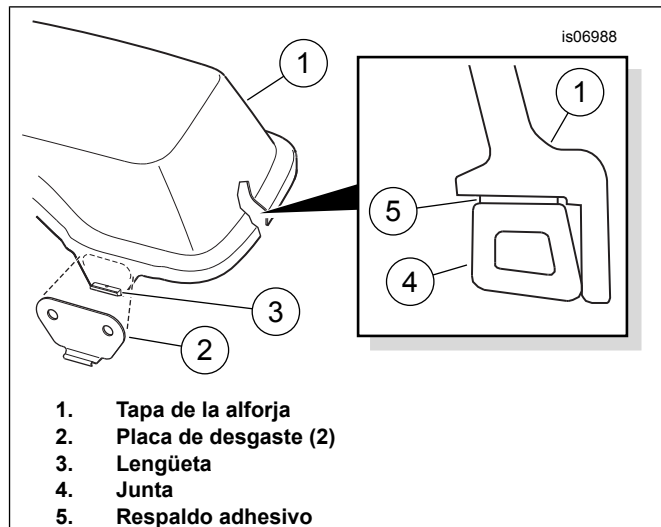

Figura 6. Armado de las placas de desgaste y la junta en la tapa de la alforja
2. Vea Figura 6. Quite el forro del respaldo adhesivo de una de las placas de desgaste (2). Cuidadosamente coloque la placa de desgaste en la tapa de la alforja (1), centrándola en la lengüeta (3), y presiónela firmemente en su posición. Sostenga el conjunto de la placa de desgaste en su posición con presión constante durante un minuto. Repita en la segunda placa de desgaste en el otro extremo de la tapa.
- Oriente la junta con el **borde alto** hacia el labio exterior de la cubierta, como se muestra en Figura 6.
4. Gradualmente quite el forro del respaldo adhesivo (Figura 6, Artículo 5) de la junta (4) de la tapa de la alforja en la medida que se presiona la junta en su posición alrededor del perímetro interior de la tapa (1), como se muestra.